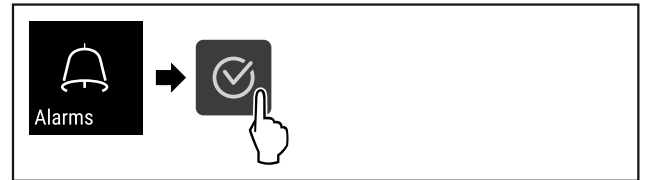

Fig. 105
- ▶ Vykonajte kroky akcie (pozri Fig. 105) .